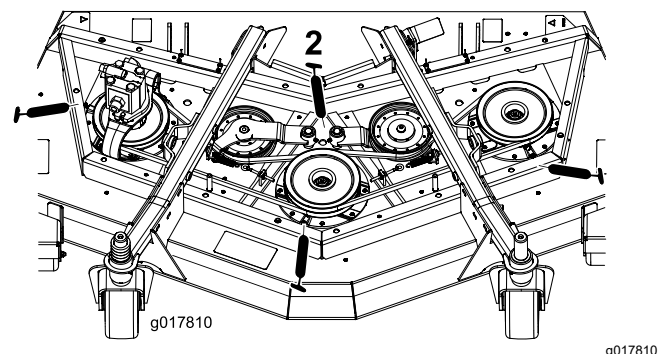

Figure 81
- 3 paliers d'axes de pivot (sous la poulie) (Figure 81)
- 2 bagues de pivot de bras de tension (Figure 81)